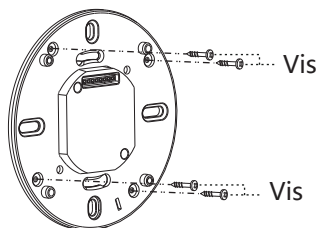

FIG.18
- Insérer 4 vis dans les trous correspondants sur la plaque de fixation du détecteur. Ces 4 pcs de vis ne pourront pas tomber parce qu' ils ont été protégés dès la conception (Voir FIG.18).